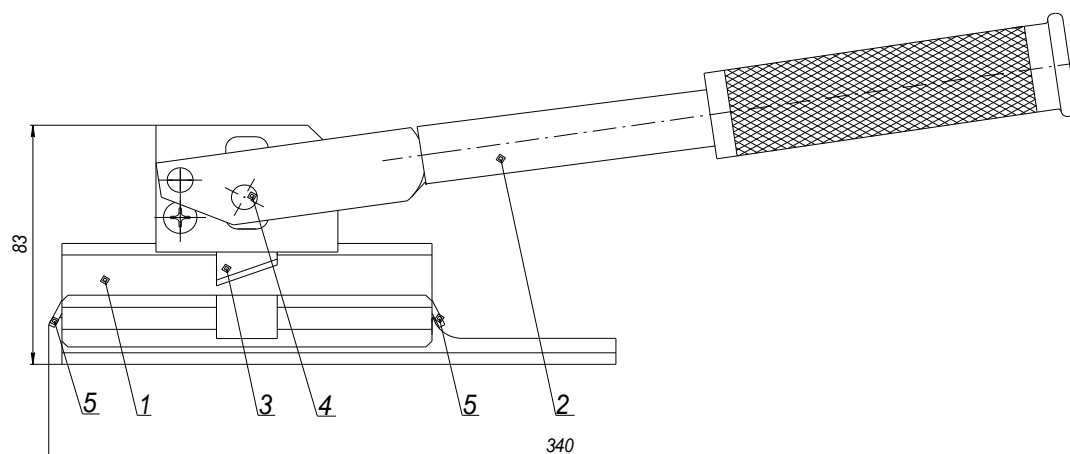
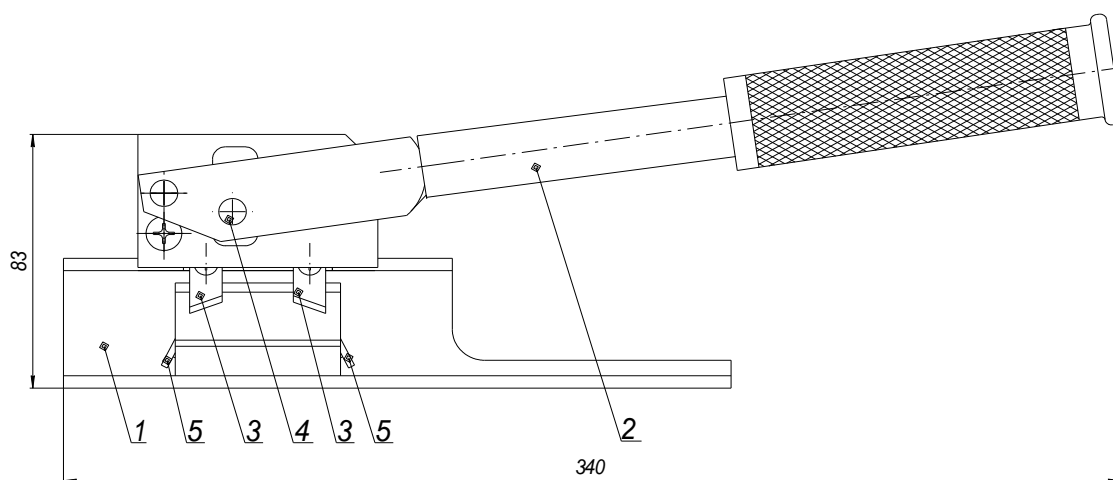

Рис.1
Рис.2
1. НАДИ 043.921.003СБ -вертикальный (рис.1)
2. Тип Б. НАДИ 043.921.004СБ –горизонтальный (рис.2)
В состав изделия входят (рис. 1, рис. 2): корпус 1, рычаг 2, нож 3, ось 4, упор 5.